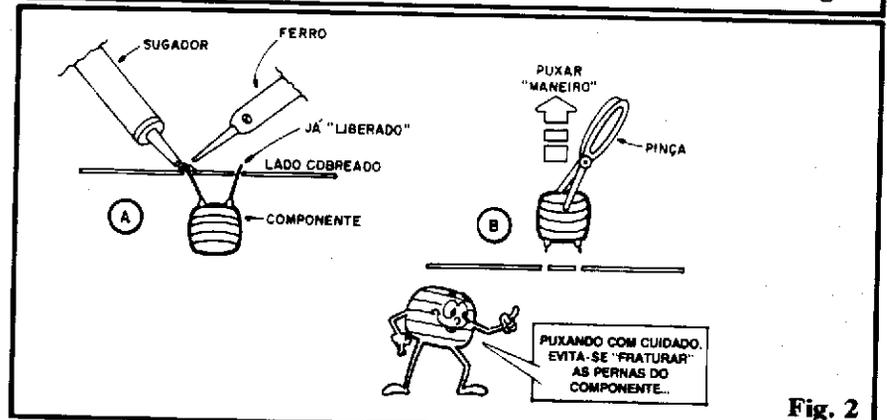

Fig. 2
- **FIG. 2 - A REMOÇÃO** - Não há como "fugir" disso: será necessária a posse de um sugador de solda (ferramenta já explicada no TRUQUES & DICAS da 2ª "Aula" do ABC...). Quem tentar fazer tudo "na mão", verá que o trabalho será grande, e os resultados
péssimos... O sugador, como ferramenta essencial na bancada, não será uma aquisição "tonta" ou desvantajosa, sob nenhum aspecto. Aproveitem para escolher um de boa qualidade, já que, juntamente com um bom soldador, alicates de bico, de corte e tipo "pinça", um estilete e algumas chaves de fenda, forma o conjunto de necessidades básicas, quanto a ferramental, para se "viver" a Eletrônica, em qualquer nível. A fig. 2 mostra (em A) como a remoção do componente começa: com o lado cobreado da placa já bem limpo, aplique a ponta do ferro de soldar à junção que se pretenda "liberar". Assim que a solda fundir-se, imediatamente aplique a ponta do sugador e acione o seu êmbolo de sucção. Afaste ambas as ferramentas (ferro e sugador) e verifique que a ilha cobreada e a pontinha do terminal do componente deverão mostrar-se limpas (apenas com um certo "prateamento" determinado por finíssima camada da liga de solda que permanece revestindo as áreas metálicas. Depois de liberados **todos** os terminais do componente em questão, puxe-o (pelo lado não cobreado da pla-